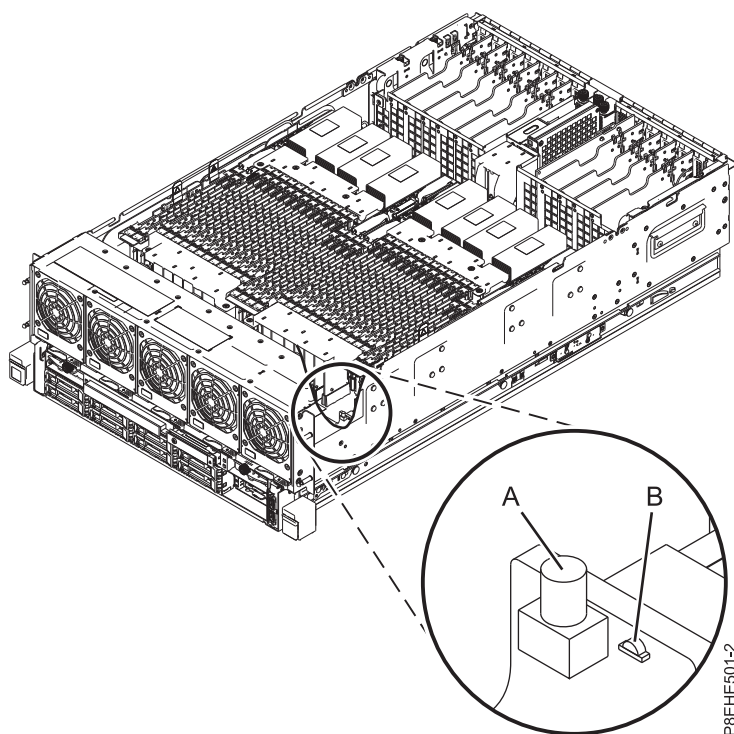

図 10. 識別 LED の活動化
2. 図 10 に示すように、プッシュボタン (A) を押して、識別 LED を活動化します。LED (B) が点灯していることを確認します。このことは、識別 LED に十分な電力が通電していることを表します。LED (B) が点灯していない場合は、サービス・ラベルを使用することにより、ロケーション・コードを使用して物理ロケーションを見つけます。